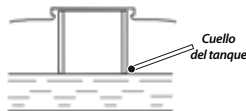

Imagen 15. Agregar gasolina.
5. Levantar el tapón junto con la llave. Ver imagen 15.
6. Agregar gasolina sin sobrepasar la marca que se encuentra en el interior del cuello del tanque. Ver imagen 15.